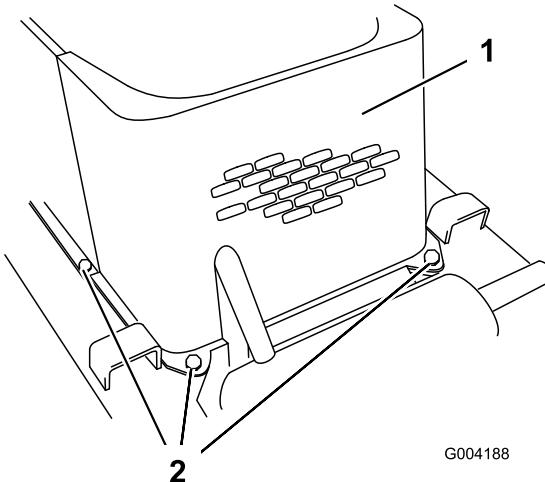

Figura 28
5. Retire los 4 pernos que sujetan la rejilla delantera al bastidor (Figura 28).